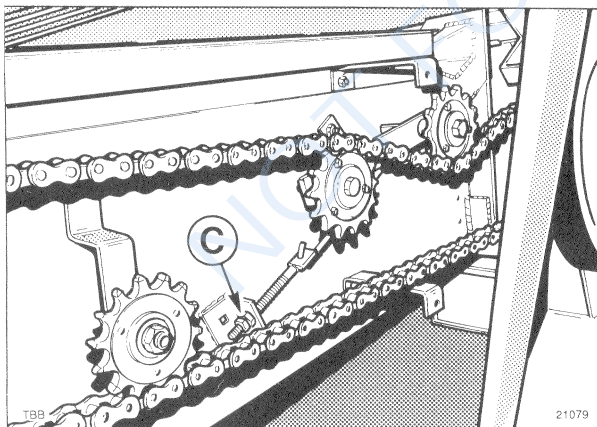

Fig. 128
**CHAÎNE D'ENTRAINEMENT DE BARRE DE COUPE (Fig. 128)**